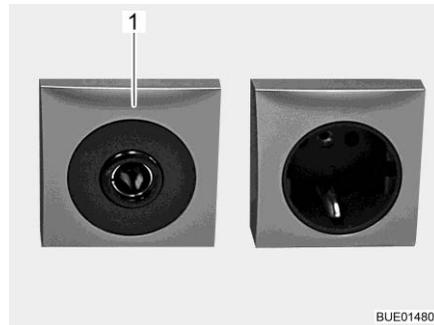

Fig. 96 Prise de courant 12 V/10 A
- ▷ Ne brancher aux prises de courant (Fig. 96,1) du réseau de bord 12 V que des appareils de maximum 10 A.